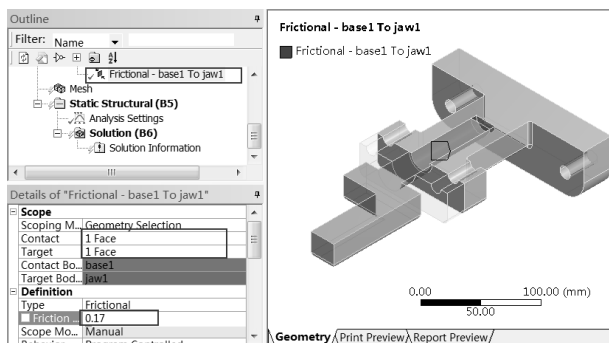

图 13-59 接触对设置 (1)
Step6: 选择 Outline 中的 Connections Contact Frictional 命令, 如图 13-59 所示, 在 Details of “Frictional” 面板下面的 Target 中单击 Apply 按钮, 在 Definition Friction Coefficient (摩擦因数) 栏中输入 0.17, 完成第一个接触对的设置。